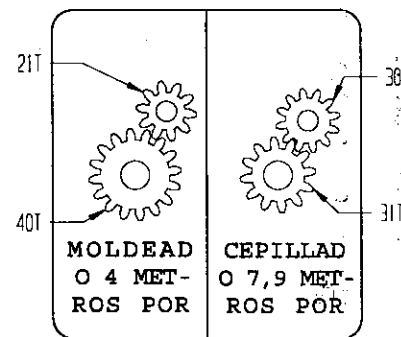

Figura 5 - Tabla de Engranajes
- Remueva el perno de cabeza hueca (Figura 15, Clave No. 33) que asegura la cubierta de la caja de engranajes (Figura 15, Clave No. 35) y remueva la cubierta de la caja de engranajes. Vea la Figura 5, para encontrar la ubicación correcta de los engranajes.